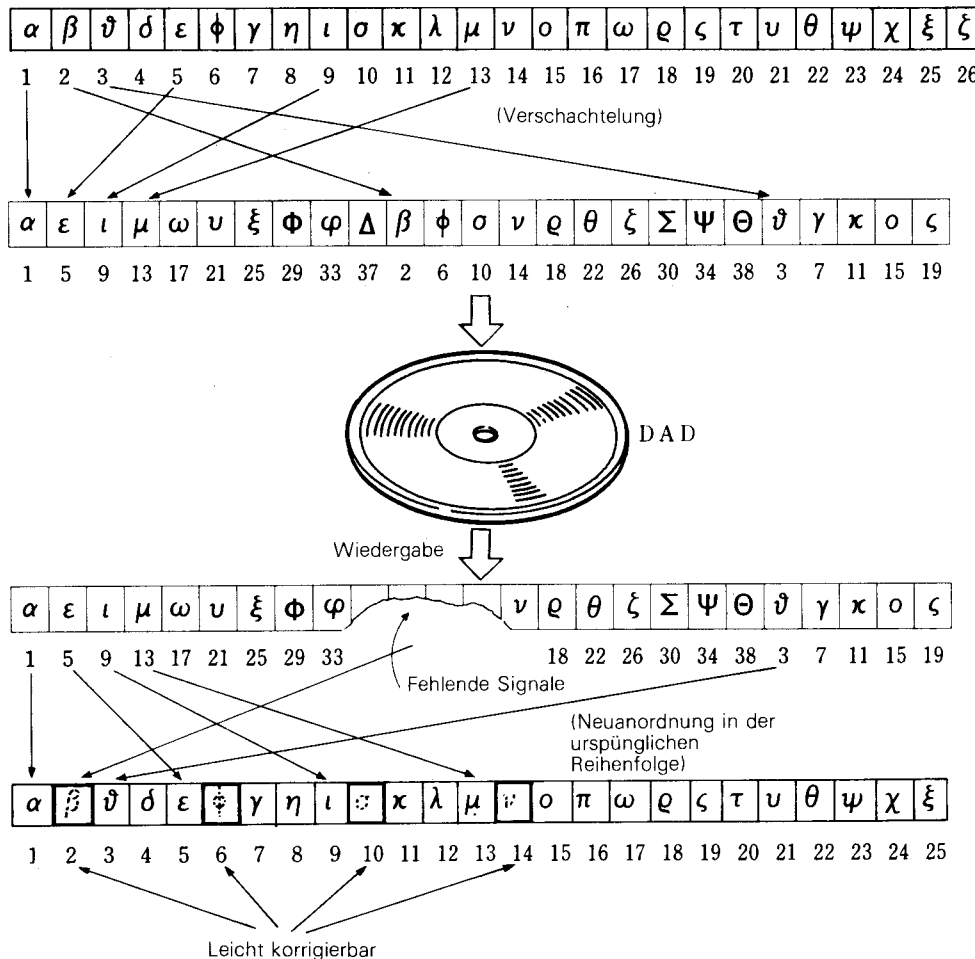

Abb. 8 Verschachtelung
(3) Signalprozessor-Schaltkreis
In Kombination mit dem Abschnitt, der Fehler erfaßt und korrigiert, sobald die Datensignale demoduliert sind, sorgt dieser Schaltkreis für eine Kompensierung, wenn das Sync-Signal fehlt, und identifiziert die Einsen (1) und Nullen (0). Diese Schaltung besteht aus Schaltkreisen, die den ganzen Signalprozessor-Schaltkreis steuern, sowie einem RAM-Steuerschaltkreis für eine einmalige Eingabe der Daten in den RAM-Speicher mit anschließender Neuordnung. Besonders bei hohem Signalverlust ist die Neuordnung der Signale, die dieser Schaltkreis ausführt, sehr wirksam. (Siehe Abb. 8.) Der ununterbrochene Strom von Tonsignalen wird durcheinandergebracht, rasch neu geordnet (verschachtelt) und auf die Platte gegeben. Im Reproduktionssystem werden die Signale dann mit einem Verfahren wieder geordnet, das das genaue Gegenteil dessen ist, mit dem sie anfangs durcheinandergebracht wurden. Um diese Wiederherstellung der ursprünglichen Ordnung der Signale zu ermöglichen, werden die Daten einmal im RAM gespeichert und anschließend in der exakten Reihenfolge des ursprünglichen ununterbrochenen Signalflusses wieder abgerufen. Selbst bei hohem Signalverlust wird die Reihenfolge der Signale beliebig zerstreut, so daß die Signale davor und danach, die verloren